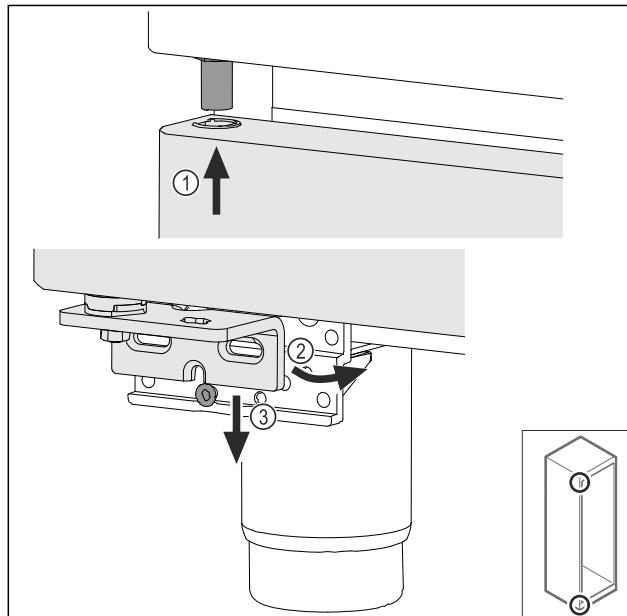

Fig. 39
- Περάστε επάνω την πόρτα υπό ελαφρά κλίση Fig. 39 (1), ευθυγραμμίστε την πόρτα Fig. 39 (2) και τοποθετήστε την κάτω στη βίδα του στηρίγματος Fig. 39 (3).